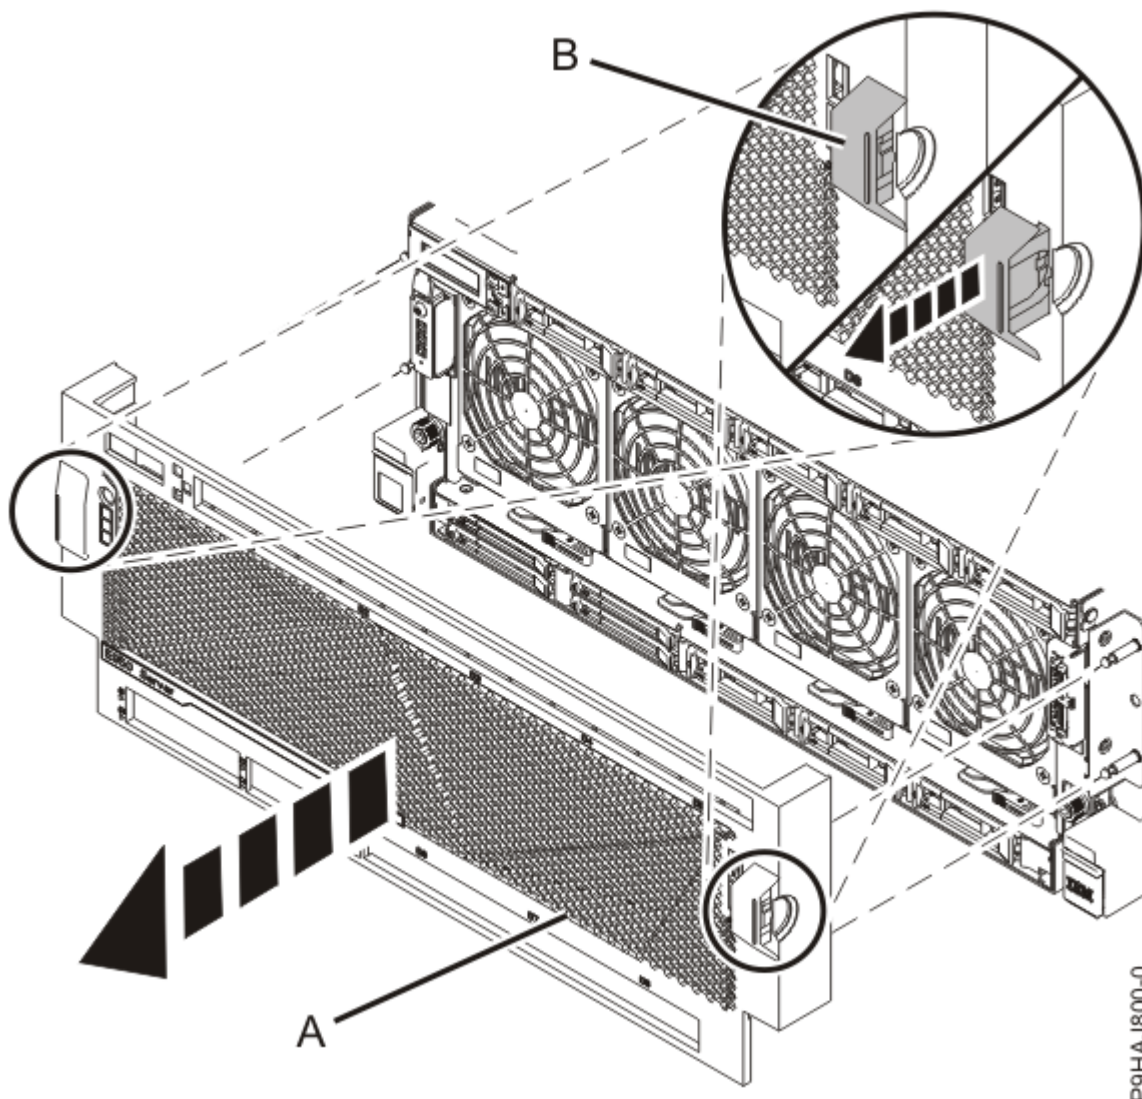

Рисунок 10. Снятие передней крышки
2. Поместите пальцы в выемки **(В)** по обеим сторонам крышки, как показано на Рисунок 10 на стр. 12.
3. Снимите крышку (A) с системы, как показано на Рисунок 10 на стр. 12.